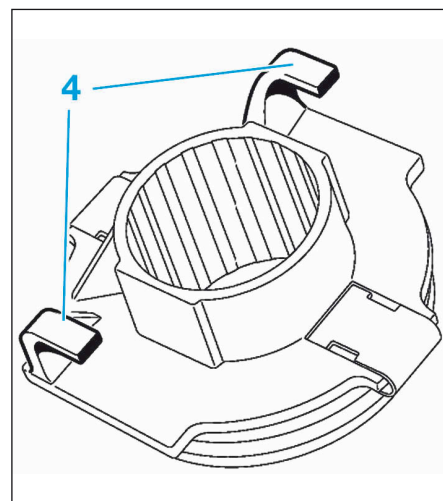

FIG.5
- Monter la butée sur le manchon de guidage en plaçant l'encoche (4) dans la fourchette (Fig.5).